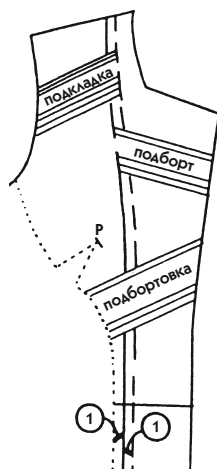

Рис. 478
1. Подбортовка должна распространяться на всю верхнюю часть переда между краями лацканов, плечом и проймой (рис. 478). От проймы она проходит на расстоянии 6—8 см под грудью и продолжается вниз на ширину, равную ширине подборта с прибавкой 1 см.